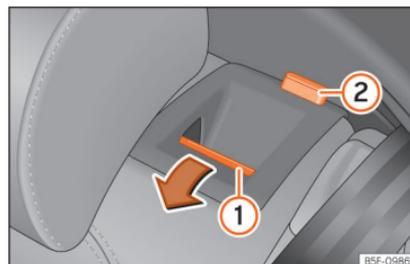

Abb. 163 In der Rückenlehne des Rücksitzes: Entriegelungstaste **1**; rote Markierung **2**.
- Ziehen Sie die Entriegelungstaste » **Abb. 163** **1** in Pfeilrichtung und klappen Sie gleichzeitig die Lehne vor.
Die Rücksitzlehne ist entriegelt, wenn die rote Markierung des Tasters » » » **Abb. 163** ② sichtbar ist.